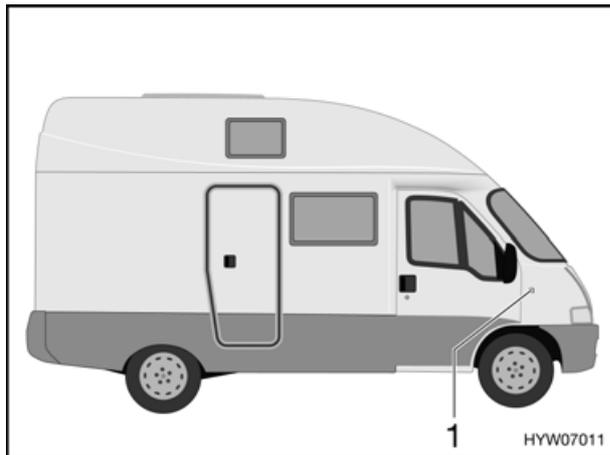

Fig. 66 Luci laterali
**Indicatori di direzione (Fig. 66,1)**